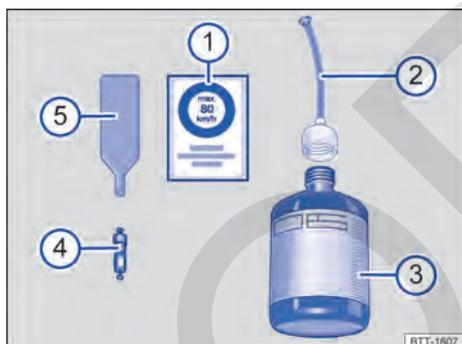

Fig. 255 Representación esquemática: componentes del kit reparapinchazos.
El kit reparapinchazos se compone de los siguientes elementos → fig. 255:
- ③ Indicador de la presión de los neumáticos
- ④ Tornillo de descarga de aire
- ⑤ Tubo de inflado
- ⑥ Compresor de aire
El **desmontaobuses** → fig. 255 ⑤ lleva en el extremo inferior una ranura para el obús de la válvula. Solo así se puede desenroscar y volver a enroscar el obús de la válvula del neumático. Esto también vale para el obús de repuesto ④.
12. Pegue el adhesivo → fig. 255 ① del kit reparapinchazos en el tablero de instrumentos, dentro del campo de visión del conductor.
- Desenrosque el obús de la válvula con el desmontaobuses → fig. 255 ⑤ y deposítelo sobre una base limpia.
- Agite energícamente la botella de sellante → fig. 255 ③ unas cuantas veces.
- Enrosque fijamente el tubo de llenado → fig. 255 ② en la botella de sellante en el sentido de las agujas del reloj. El precinto de la boca de la botella se perfora automáticamente.
- Retire el tapón del tubo de llenado → fig. 255 ② e introduzca el extremo abierto en la válvula del neumático por completo.
- Enrosque nuevamente el obús en la válvula del neumático con ayuda del desmontaobuses → fig. 255 ⑤.